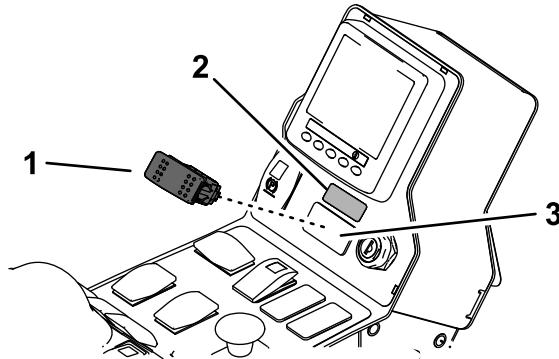

Bild 4
3. Entfernen Sie die Blende vom Armaturenbrett und setzen Sie den Schalter ein (Bild 4).
| 4. Bringen Sie den Hilfsbremsenaufkleber über dem Schalter an (Bild 4). | |